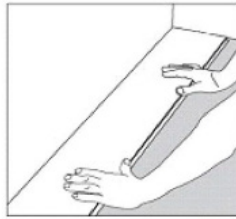

Figura 1
- **Ubique cuidadosamente la primera tabla en su lugar** (figura 1) con la hembra de la tabla frente a la pared.